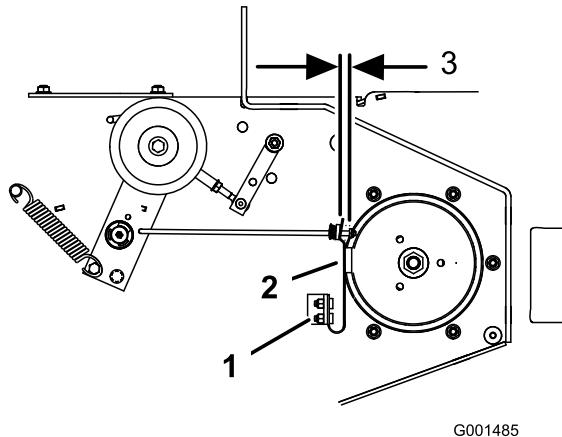

Figura 59
contro entrambi i lati della gola della puleggia (Figura 59).
4. Regolate il dado all'estremità dell'asta del freno delle lame fino a ottenere una distanza di 3-5 mm tra il dado e il distanziale (Figura 59).